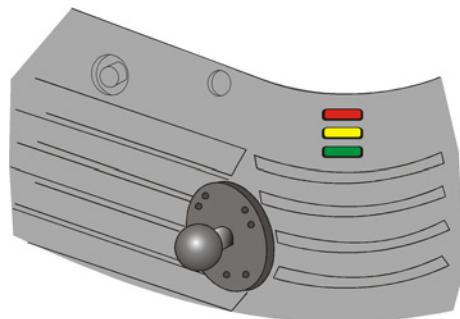

图 5-1 投影机状态 LED
2. 检查投影机后角上 LED 的状态。(图 5-1)。如果没有任何活动,请参阅 #3。